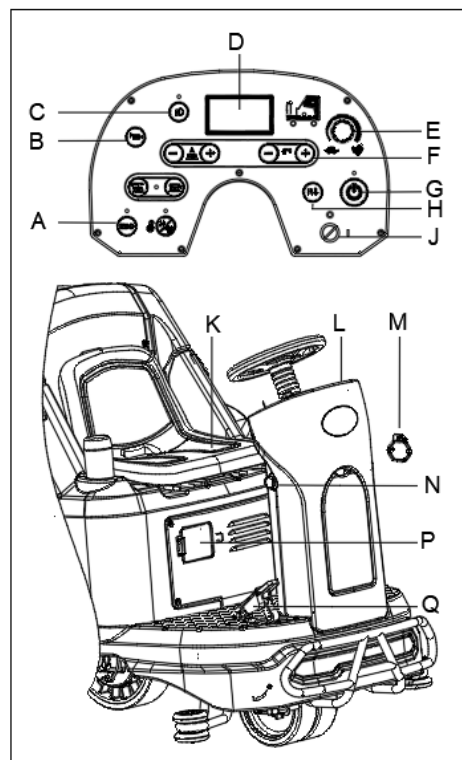

Figura 13
2. Așezați-vă pe scaun (K, Figura 13), introduceți cheia de contact (J, Figura 13) și rotiți-o în poziția "I". Verificați starea bateriilor pe afișaj. Dacă este necesar, încărcați bateriile complet (consultați procedura de la capitolul Întreținere).
- Direcția înainte/înapoi poate fi controlată cu ajutorul comutatorului (H, Figura 13). Viteza deplasării înainte poate fi ajustată cu ajutorul (E, Figura 13).
4. Apăsăți butonul pentru pornirea cu un singur buton (G, Figura 13) pentru a porni mașina, racleta și perile sunt coborâte automat pe podea și motorul de aspirare începe să funcționeze.
5. Apăsăți butoanele de control debit soluție (F, Figura 13) după cum este necesar, în funcție de tipul de curățare ce urmează a se executa.
6. Apăsăți pedala de accelerație (Q, Figura 13) și începeți curățarea.
7. Puteți să vă încărcați telefonul sau tableta utilizând portul USB de încărcare (M, Figura 13) când cheia de contact (J, Figura 13) este pe poziția "I".
8. Apăsăți claxonul (B, Figura 13) pentru a avertiza persoanele în caz de necesitate.
9. Dacă este necesar, apăsați butonul de urgență (N, Figura 13) pentru oprirea mașinii în caz de urgență.
10. Dacă este necesar, apăsați butonul luminilor frontale (C, Figura 13) pentru zonele întunecate sau pentru a avertiza pietonii.
11. Dacă este necesar, reglați scaunul (K, Figura 13) rotind mânerul din dreapta scaunului, apoi glisați scaunul în poziția corectă.
Motorul periei, motorul de vid, motorul de acționare și circuitul de control sunt protejate de un protector de suprasarcină (P, Figura 13). Când un protector de suprasarcină se declanșează, nu îl resetați imediat fără a afla cauza principală și asigurați-vă că motorul s-a răcit înainte de resetare.
12. Eliberați pedala de accelerație (Q, Figura 13), mașina se oprește din funcționare.
13. Apăsați butonul de pornire (G, Figura 13) pentru a opri perile și motorul aspiratorului. Periile și racleta sunt ridicate automat de pe podea. Sistemul de aspirare se oprește după câteva secunde.